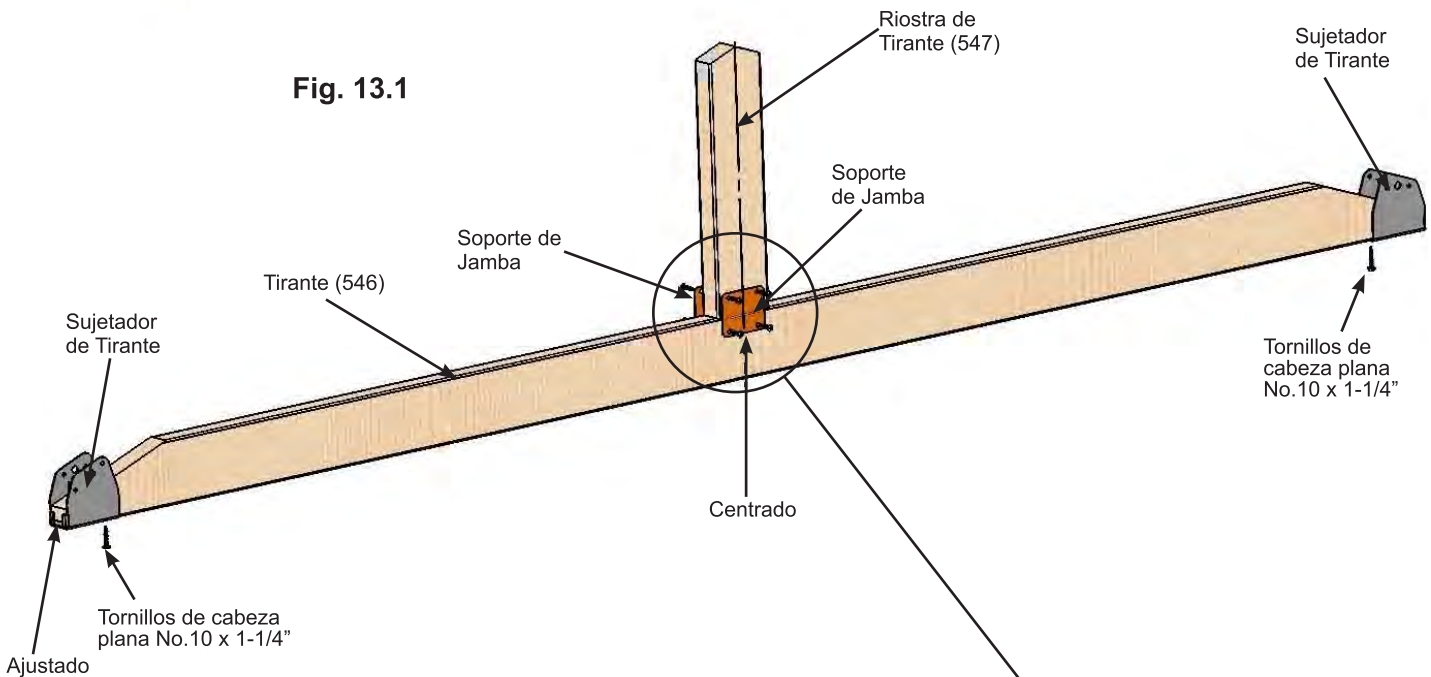

Fig. 13.1
A: Coloque una Riostra de Tirante (547) centrada, unida y en escuadra con la parte superior del Tirante (546). Fije el Tirante (546) a la Riostra de Tirante (547) con dos Soportes de Jamba (uno por lado) con cuatro Tornillos de cabeza plana No.8 x 1" por soporte. Repítalo para armar cinco Ensamblajes de Riostras de Tirante. (fig. 13.1 y 13.2)
B: Fije un Sujetador de Tirante a los extremos de cada Tirante (546) con un tornillo de cabeza plana No.10 x 1-1/4" por sujetador a través de los agujeros interiores. El Tirante (416) debe quedar ajustado al extremo del sujetador. (fig. 13.1)